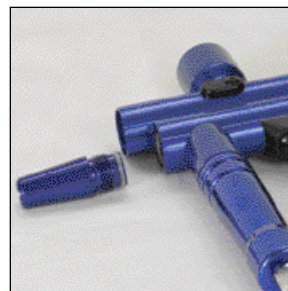
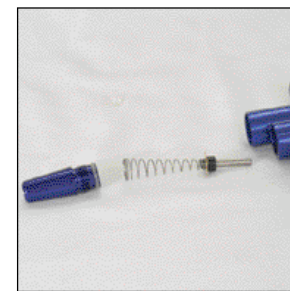

Figure 39
Figure 40
2. Dévissez l'embouchure ASA pour accéder à l'ensemble de la coupelle d'étanchéité. Figure 39. Retirez le ressort de la soupape, l'ensemble de la coupelle d'étanchéité et le guide tel qu'illustré à la figure 40.